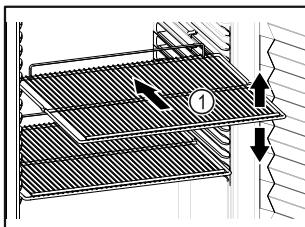

Fig. 61 Primjer izgleda
- Ako su rešetke za polaganje Fig. 61 (1) pomicne, prilagodite ih po visini.